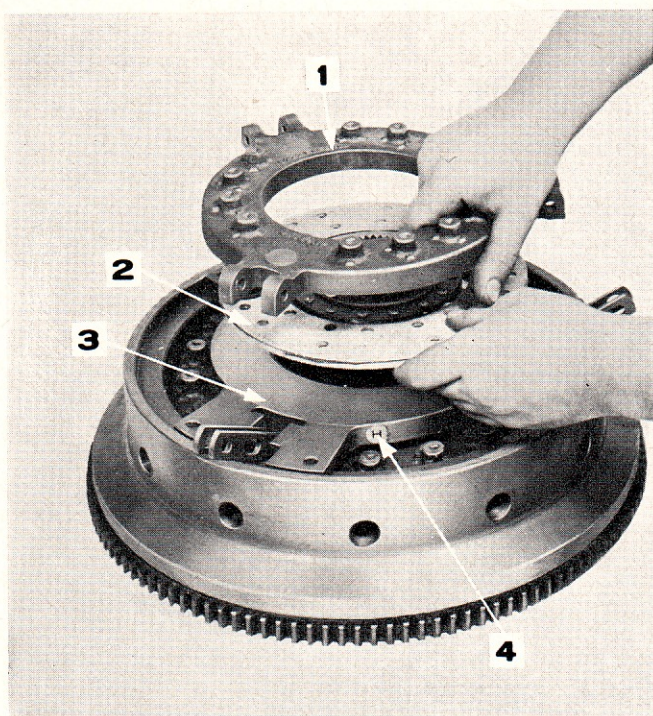

Figure 26: Dépose du plateau et du disque d'embrayage de prise de force
10. Déposer le plateau d'embrayage de prise de force, le disque d'embrayage de prise de force et le plateau intermédiaire (Figure 26).